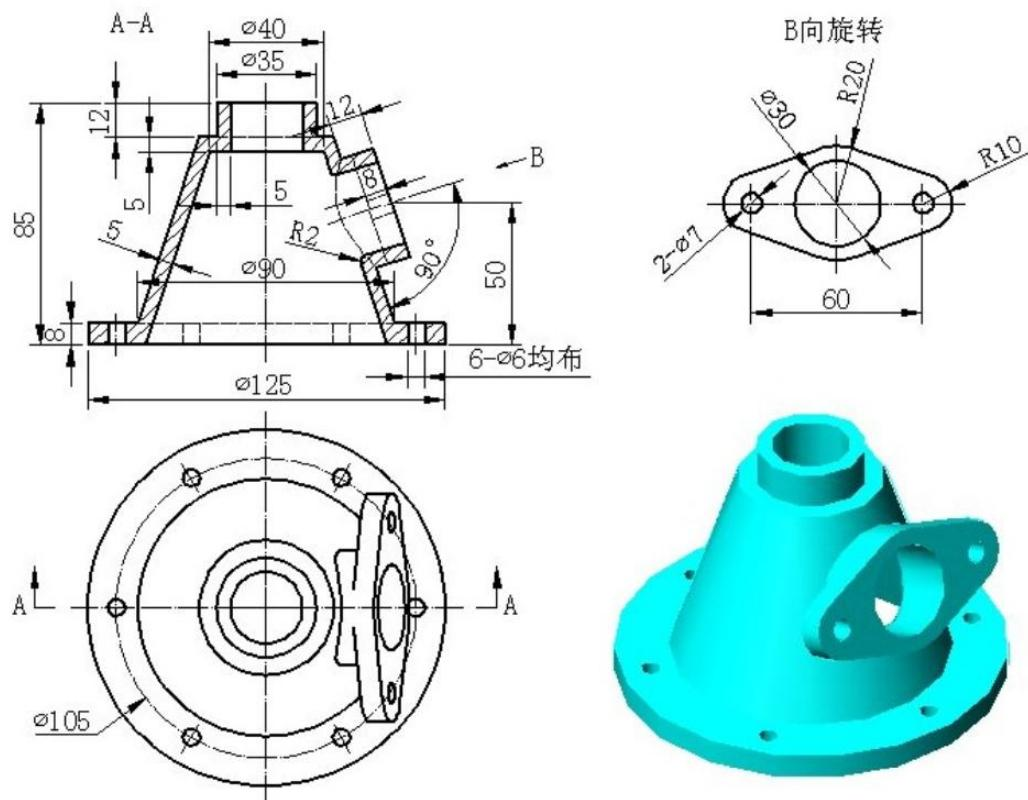

图 J1-10 三维零件 10
- ①在盘下建立考生文件夹，文件夹名称为“场次-工位号”，所有文件必须保存在考生文件夹中，否则记零分；
- ②文件名称为“J1-10”，保存在考生文件夹中；
- ③根据图 J1-10 所示尺寸完成三维建模；
- ④隐藏草图和创建的基准平面；
- ⑤考试过程中注意保存，考核结束时考试应立即停止操作，不得关闭电脑，离开考场。
(2) 实施条件